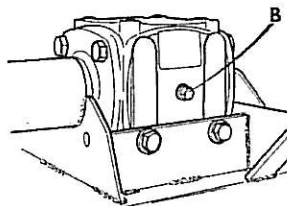

Fig.2
1. La scatola trasmissione sia riempita fino al livello (A) fig. 2. Capacità 1l